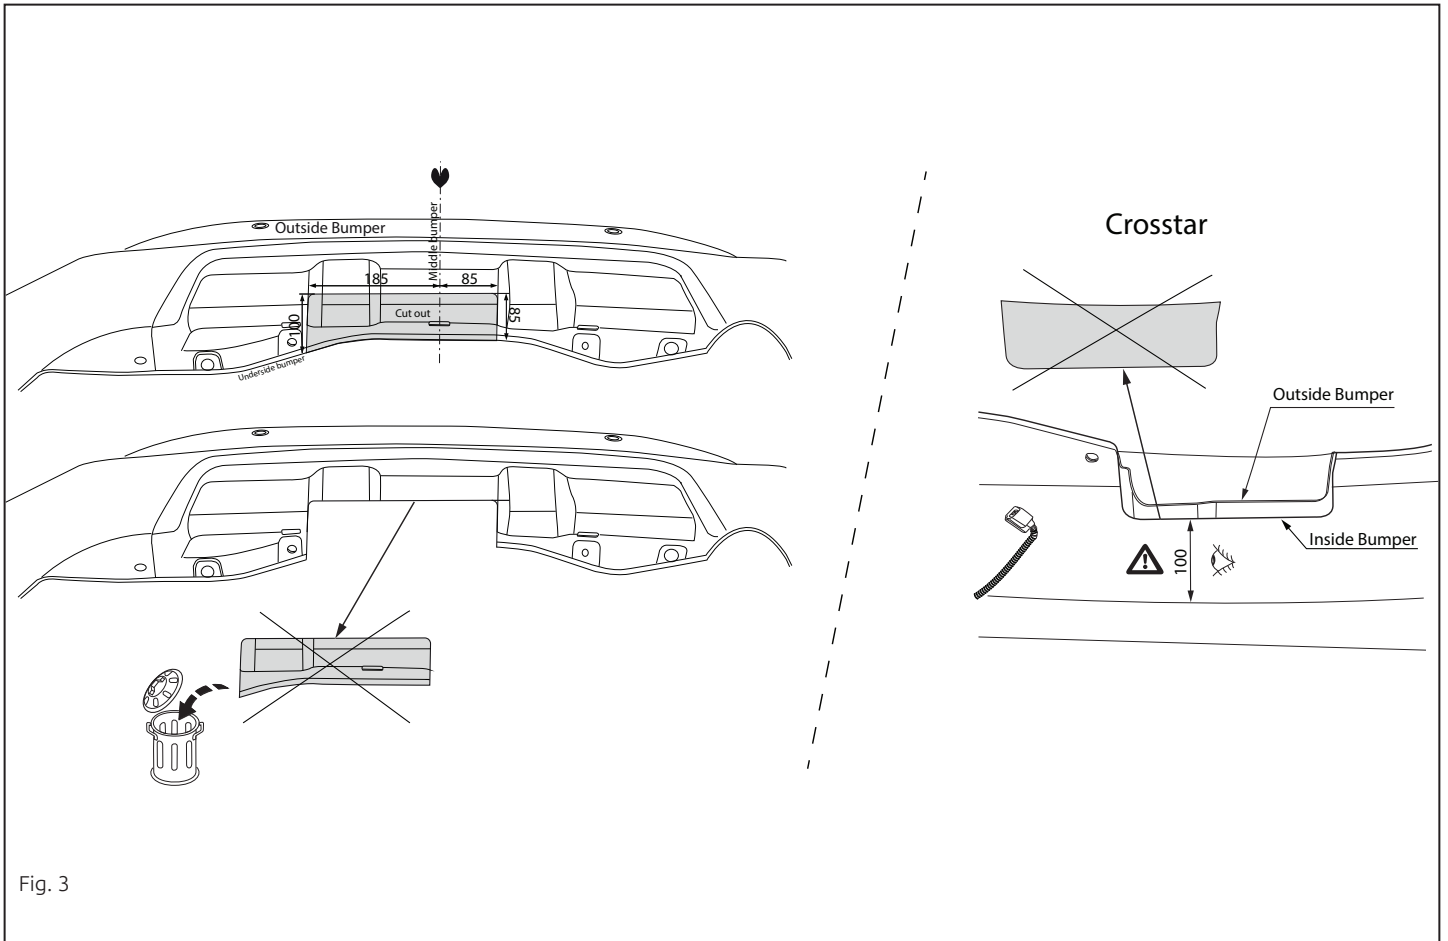

Fig. 3
9. Прикрепить поперечный брус Е в середине к буксировочному уху в точках G (рис. 3).
13. Выпилить часть из бампера в середине снизу, как указано на рис. 3.